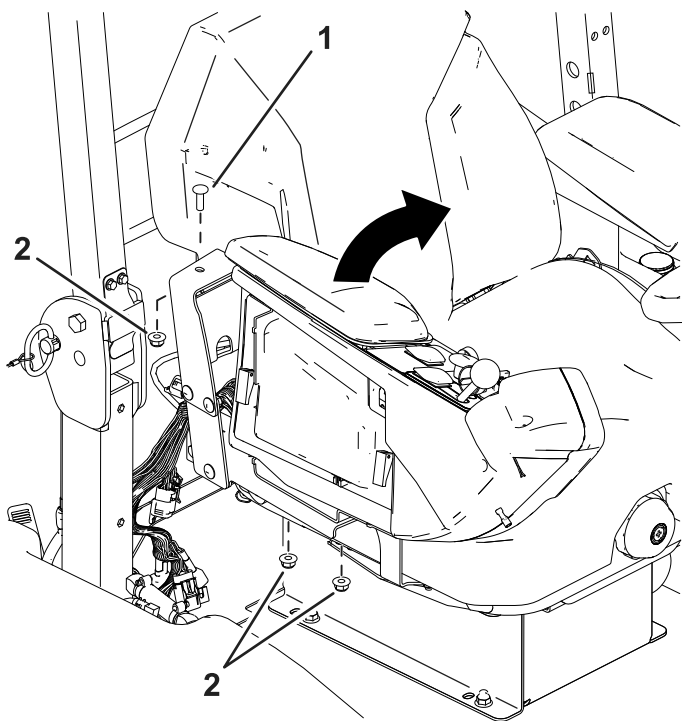

Figure 5
7. Retirez les écrous et les boulons de l'accoudoir droit et faites-le pivoter vers le centre (Figure 5).